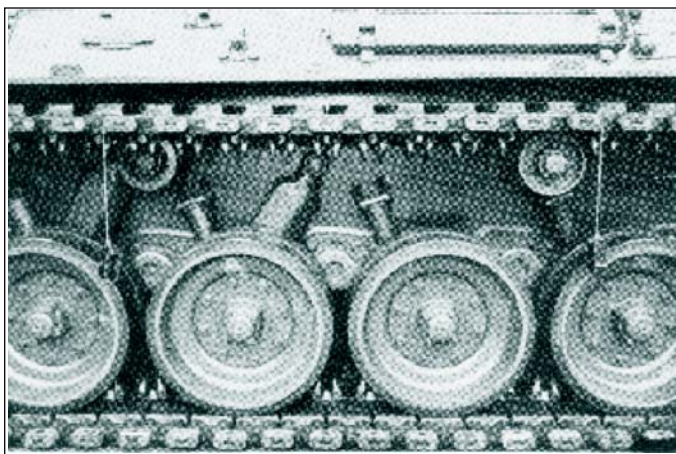

Fig 6-15. Medição da flecha na lagarta
- (1) deslocar a VBC em terreno plano e horizontal;
- (2) deixar a VBC parar por si mesma, sem aplicar os freios ou a direção; e
- (3) colocar um nível entre 2 (dois) rodetes de apoio (2º e 3º ou 3º e 4º), aproximadamente 11 conectores.
- d. Medir com um calibrador a flecha permitida: 6 a 9 mm. (Fig 6-15)